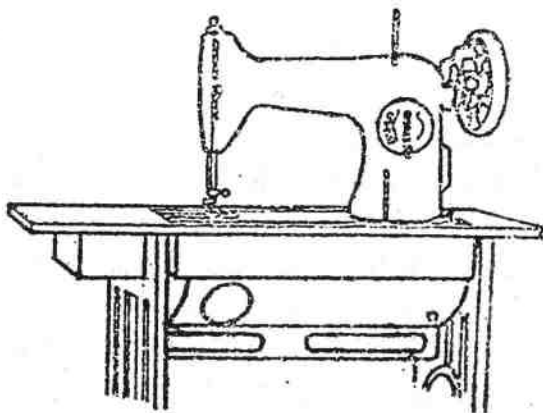

图 1-11 二斗藏式缝纫机
2. 二斗藏式 这种缝纫机的机头放入台板下(图 1-11),